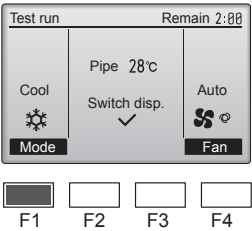

Abb. 7-3
- (1) Drücken Sie die Taste [F1], um den Betriebsmodus umzuschalten. (Abb. 7-3)